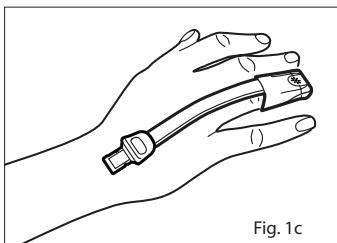

Fig. 1c
- Reportez-vous à la Fig. 1c. Repliez le capteur sur le doigt, la fenêtre de l'émetteur (\*) positionnée sur l'ongle. Attachez les ailes, une par une, autour du doigt.